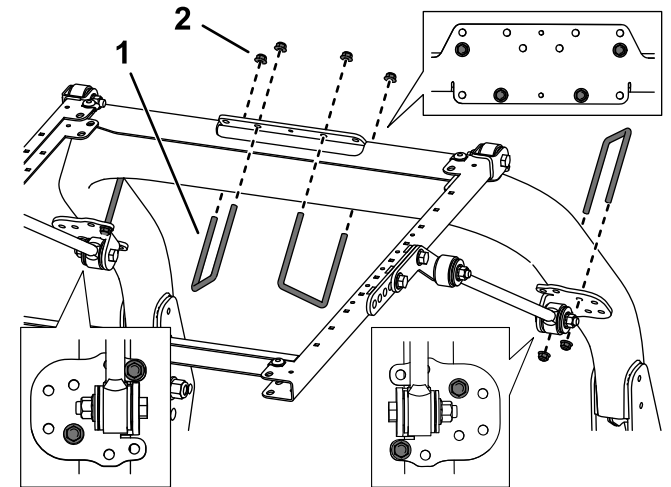

図 39
8. 図 39 に示されている取り付け穴を利用して、各ブレースブラケットを ROPS の柱材に取り付ける U ボルト $3-1/2$ x 5" とフランジナット 2 個を使用する。